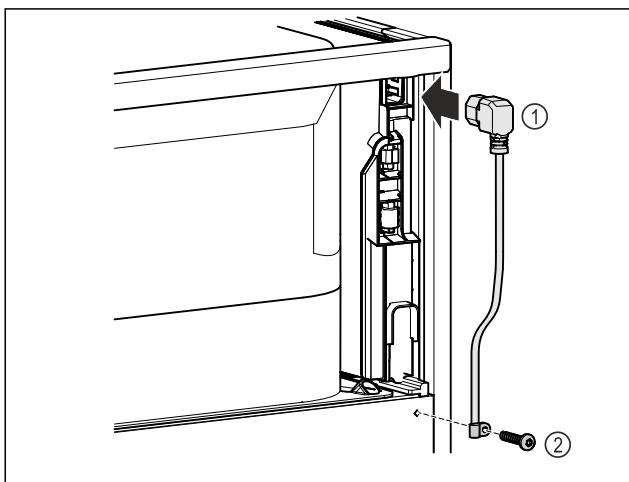

Fig. 9
- ▶ Вставте роз'єм «холодного підключення» кабелю підключення до мережі Fig. 9 (1) на задній стороні пристрію.
- ▶ Встановіть механізм для розвантаження кабелю від натягу. Fig. 9 (2)